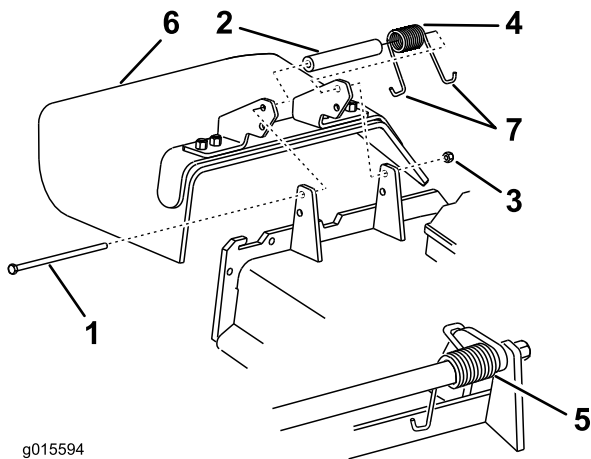

図 84
1. デフレクタをピボットブラケットに固定しているロックナット、ボルト、スプリング、スペーサを外す(図 84)。デフレクタを取り外す。
注 必ず J 形端部のひとつをデッキ後部のエッジに引っ掛け、それから 図 84 のようにボルトを取り付けてください。
3. ボルトとナットを取り付ける。J 形端部のひとつをデフレクタに引っ掛ける 図 84。